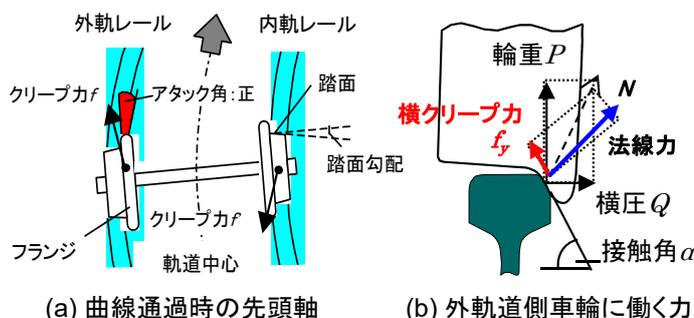

図1 曲線通過時の輪軸の姿勢と車輪に働く力
- 半径の小さい曲線を走行する時、車両の輪軸は左右車輪の回転半径差が十分取れず、輪軸が曲線の外方へ向かって転がる(図1(a))。また、図1 (b)は、輪軸の後方から眺め、外軌側車輪とレールとの接触面に働く力を示したものである。